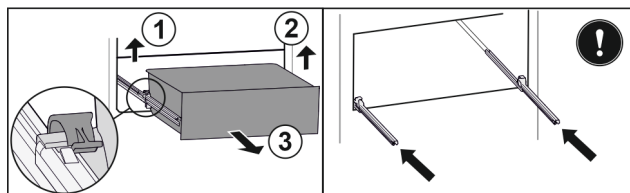

Fig. 31
- ▶ 提起左侧夹子，同时将抽屉左侧向前拉。 Fig. 31 (1)
- ▶ 提起右侧夹子，同时将抽屉右侧向前拉。 Fig. 31 (2)
- ▶ 朝前取出抽屉。 Fig. 31 (3)